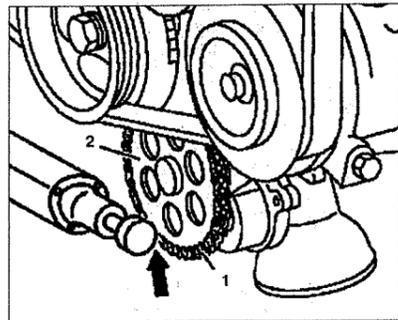
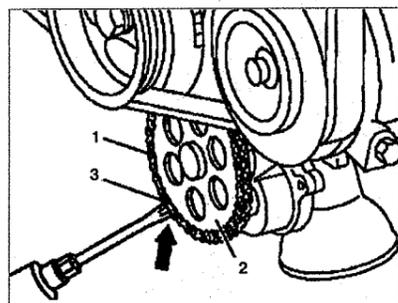

Рис. 2.83. Сбейте головки болтов звена перед снятием цепи (стрелка).
Рис. 2.84. Рассоедините цепь, сняв одно из звеньев, выжав наружную крышку 3.
2. Рассоедините старую цепь привода масляного насоса 1. Для этого сбейте головки болтов звена перед снятием цепи (стрелка) (см.рис. 2.83). С помощью отвертки (стрелка) рассоедините цепь, сняв одно из звеньев, выжав наружную крышку 3 (см.рис.2.84).